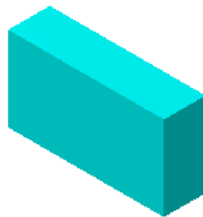

图 5.1.20 Y 轴
- ☒ ☒ Y 单选项：用于设置 Y 轴为曲面/实体立方体的轴线，如图 5.1.20 所示。